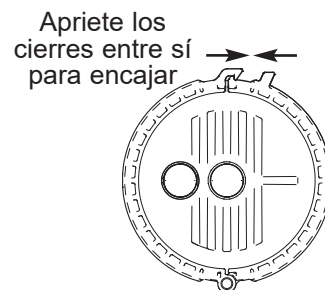

FIG. 15
9. Deslice el conjunto de la tapa hacia abajo sobre las tomas del cartucho de repuesto hasta que quede asentado en forma plana en la parte superior del vaso colector, luego trabé la abrazadera en el vaso colector apretando los cierres entre sí, tal como se muestra en la Fig. 15, hasta que encajen. La abrazadera no encajará si el cartucho y el vaso colector no están correctamente asentados y alineados.